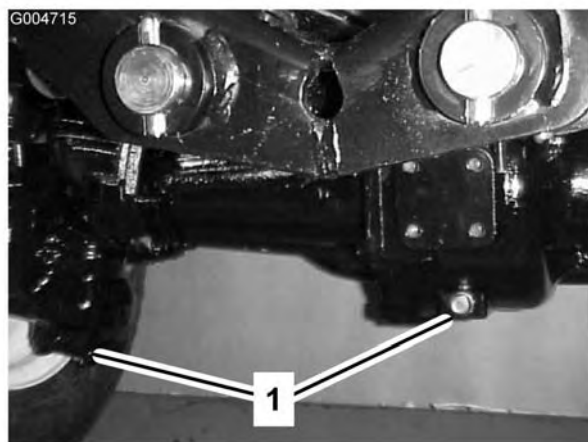

Figura 60
2. Pulite attorno ai tre tappi di spurgo, uno per lato ed uno in centro (Figura 60).